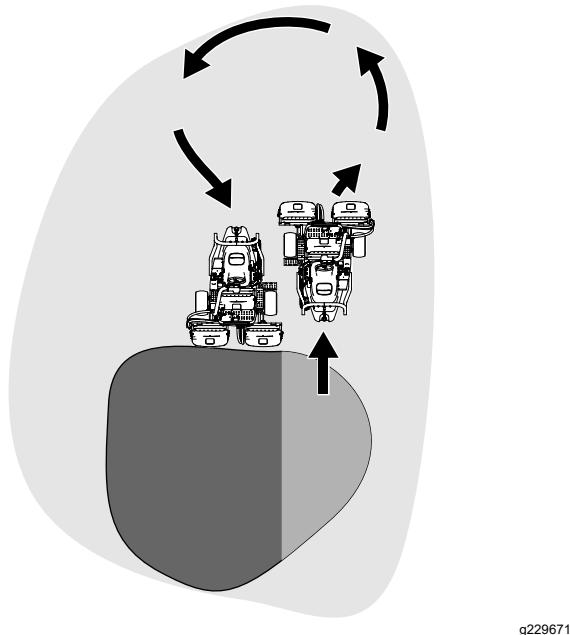

Рисунок 26
- Чтобы сэкономить рабочее время и облегчить выравнивание для следующего прохода, на короткое время разверните машину в противоположном направлении, а затем направьте ее к нескошенной части. Такое движение машины является поворотом «по каплевидной траектории» (Рисунок 26), позволяющим быстро выровнять ее для следующего прохода.